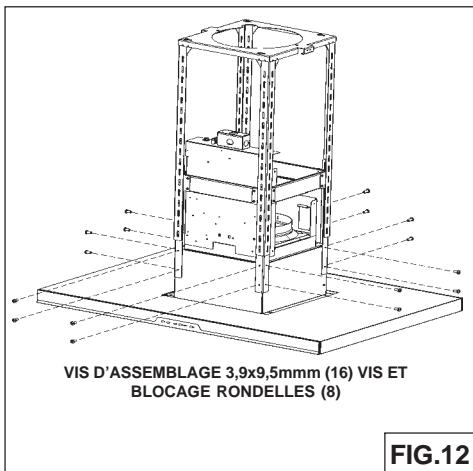

FIG.12
- Réglez la hauteur totale de la structure de support. Desserrez et resserrez les 4 vis dans les **fissures permettant de régler la hauteur** selon ce qui est nécessaire. Insérez 16 vis (3.9x9.5mm), et 8 rondelles (D.4.3) situés dans le paquet de matériel (Fig. 12).